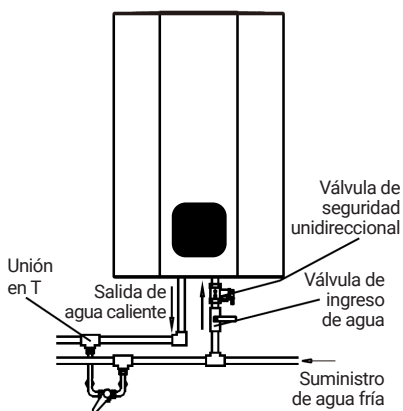

Figura 4
- (8) Si los usuarios quieren un suministro de agua multicanal, pueden conectar la tubería de agua de acuerdo con el método que se muestra en la figura 4.
- (9) Después de confirmar que los valores nominales de los medidores de electricidad, cables, interruptores enchufes y fusibles del sistema de suministro de energía cumplan con los requisitos de consumo de energía de este producto, conecte un enchufe de posición adecuada para suministrar energía al calentador de agua eléctrico. La altura de instalación de la toma de corriente desde el suelo no debe ser inferior a 1,8 m.